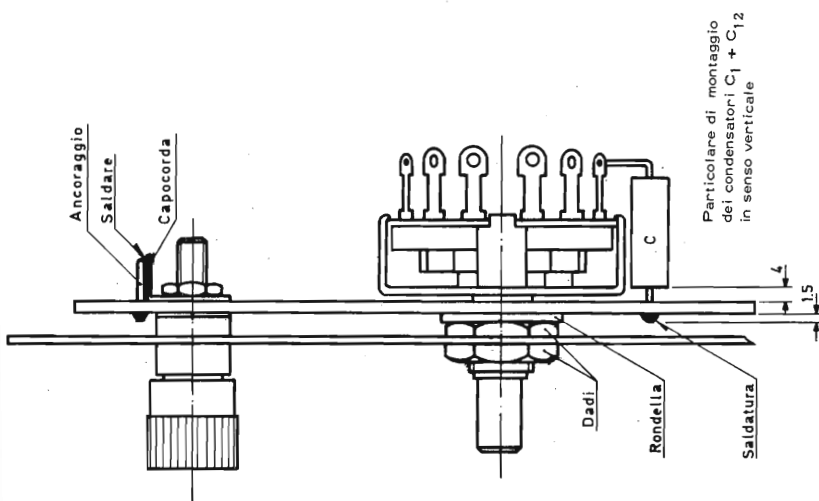

Fig. 3 - Assieme di montaggio dei componenti.
#### Montaggio dei componenti sul circuito stampato -fig. 3
**Montaggio del circuito stampato al pannello frontale - fig. 3**
- Montare i morsetti serrafilo J1-J2 mettendo in corrispondenza, fra il foro del pannello e quello del circuito stampato, l'anello isolante del morsetto e la rondella metallica in modo che questa aderisca alla parte ramata. Introdurre il morsetto dalla parte del pannello in modo che la vite sporga dal lato della bachelite. Montare il capocorda ed avvitare il dado fino al bloccaggio, quindi piegare la paglietta, saldarla all'ancoraggio corrispondente (vedi particolare in fig. 3).